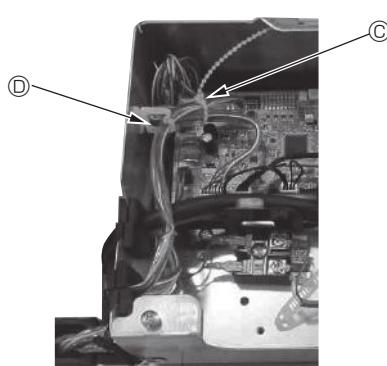

Fig. 10-14
- Помістіть надлишки з'єднувальних проводів датчика i-See та приймача сигналу в розподільний ящик, закріпіть за допомогою затискача для проводів, як показано на схемі, та скрутіть проводи разом за допомогою хомута. (Fig. 10-14)